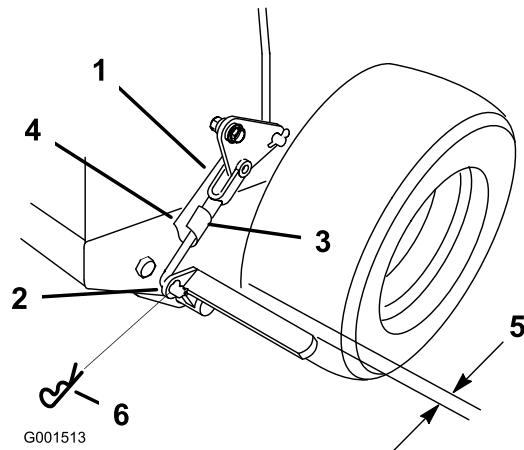

Figura 42
3. Staccate la coppia dal tirante inferiore del freno (Figura 42).
senso antiorario per allentare il freno di stazionamento (Figura 42).
Nota: Quando il freno di stazionamento non è inserito, dovrebbe esserci uno spazio di circa 6 mm tra lo pneumatico e la barra piatta (Figura 42).
5. Fissate il tirante inferiore alla leva inferiore del freno con la coppiglia e il perno con testa (Figura 42).